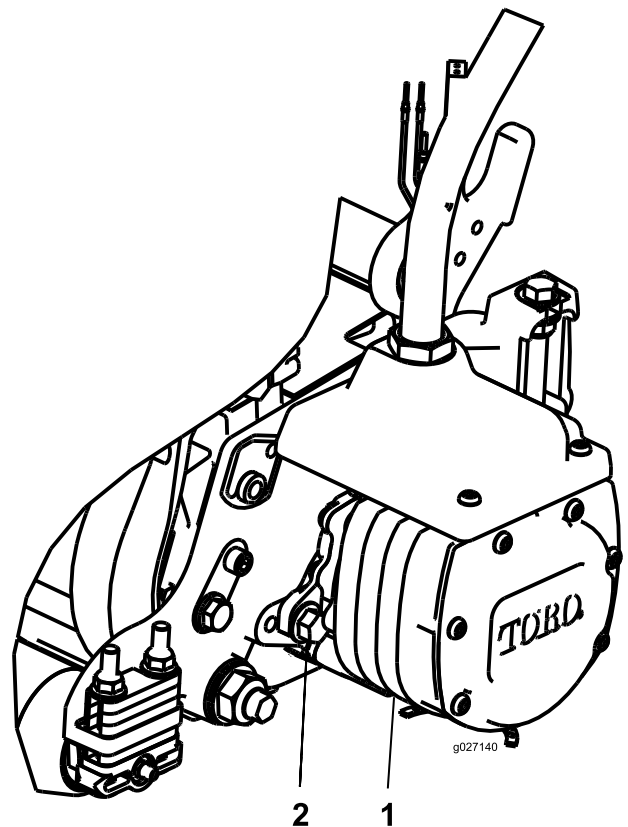

Bild 22
3. Richten Sie den Motor so am Mähwerk aus, dass der Motorflansch auf die Schrauben im Uhrzeigersinn aufgesetzt werden kann (Bild 22).